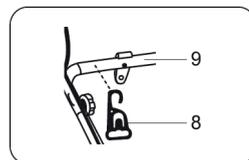

Рис. 4
- Установите в проушину с отверстием средней стойки (9) скобу крепления провода (8) (Рис. 4).